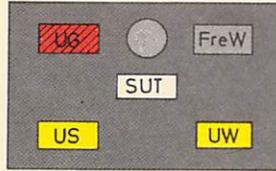

Bild 76
- (8) Wenn bei Umformerbetrieb der Umformer für Gleisstromkreise gestört ist, blinkt der Umformermelder für Gleisstromkreise rot (vgl. Bild 76) und der Summer ertönt. Die durch Gleisstromkreise überwachten Freimeldeabschnitte sind rot ausgeleuchtet.